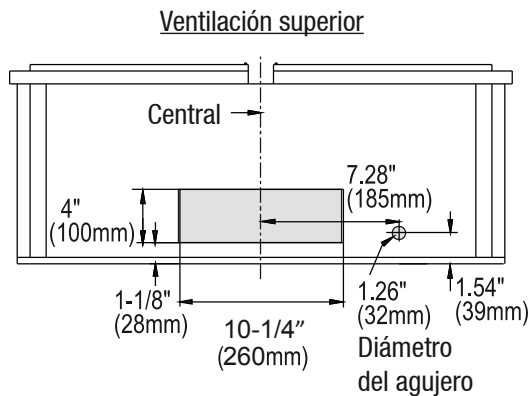
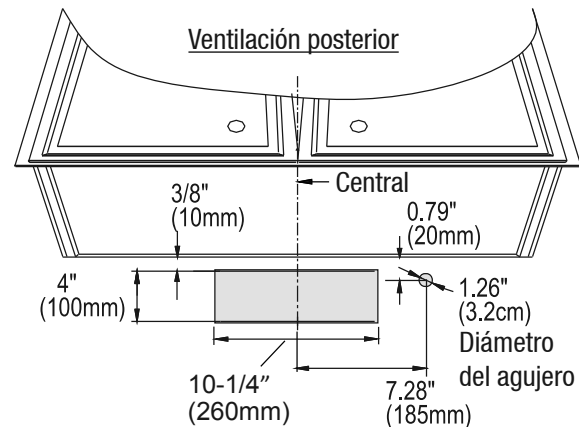

Fig.3
Fig.4
- a. Determine si su sistema de ventilación existente es de ventilación superior o posterior, y asegúrese de que las aberturas en la alacena o en la pared para el regulador y para la alimentación eléctrica estén en un lugar adecuado y que sean del tamaño apropiado, de acuerdo con la Fig. 3 si es ventilación superior, y con la Fig. 4 si es ventilación posterior.